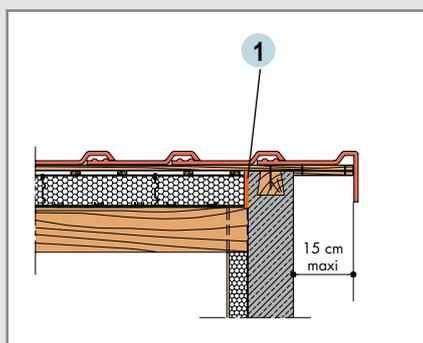

Fig. 21 : Rive encadrée entre pignons avec débord
- soit le panneau vient en butée sur le mur. L'habillage supportant la couverture ne pourra dépasser du pignon de plus de 15 cm (fig. 21),